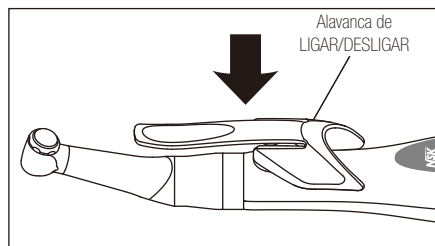

Fig. 6
- 1) Monte a alavanca do interruptor de LIGAR/DESLIGAR, tal como se mostra na Fig.6.